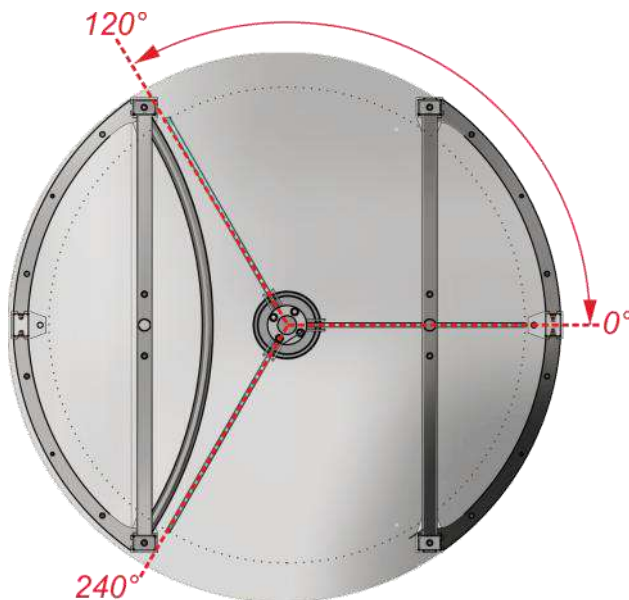

Рис. 20 – Ротор турникета в нулевом положении
2. Выставить новое нулевое положение ротора (Рис. 20);